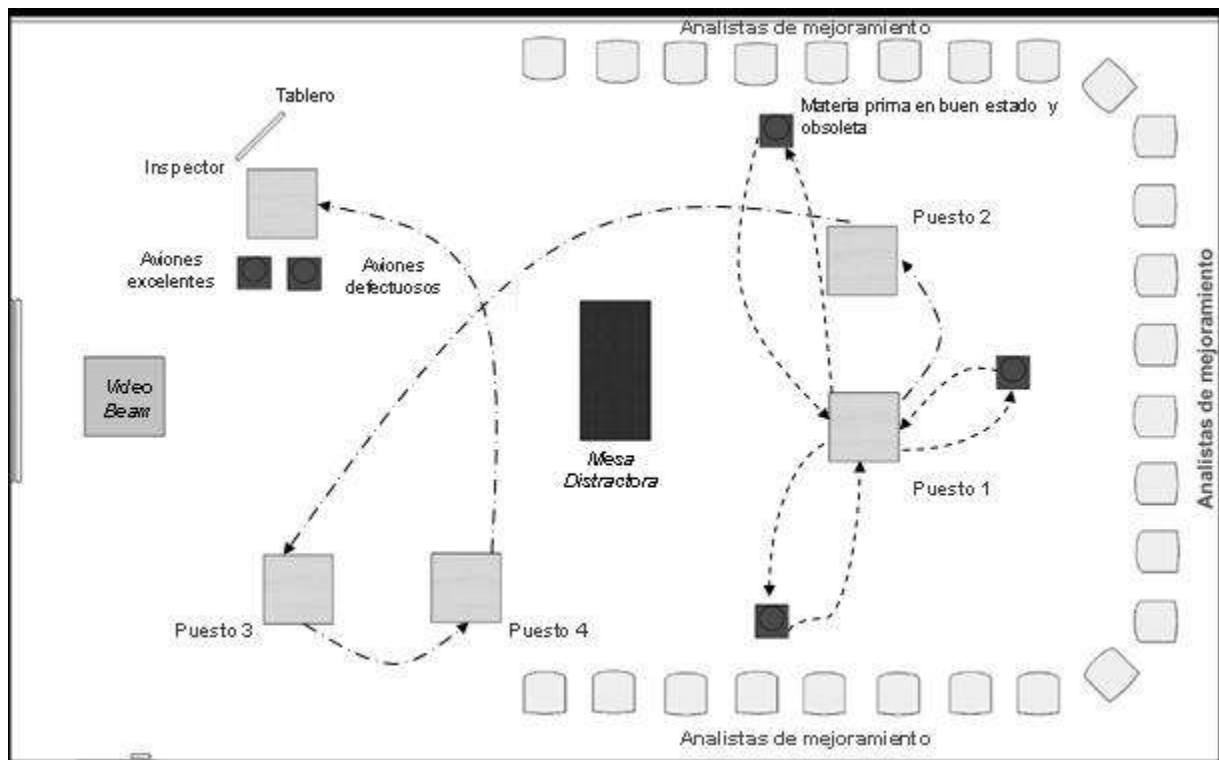

Figura 3 Layout inicial de "El avión de la Muda"
4. Esta distribución (figura 3) Fuente: (Pérez, 2011), deduce cantidad de mudas. Las flechas punteadas representan mudas de transporte, la materia prima está ubicada en lugares diferentes, lejos del puesto 1, y además, hojas adecuadas con obsoletas están mezcladas, garantizando movimientos y procesos innecesarios. De manera opcional, hay una mesa/silla para afectar el flujo de material o producto.
*Roles de los participantes:* En la figura 3 se nota que intervienen en la actividad de ensamble, cuatro alumnos que será preciso seleccionar, preferiblemente que alguna vez hayan hecho aviones de papel, otro colaborador más representa al inspector de línea, que debe juzgar la calidad de los aviones en término de los requerimientos del cliente. Aparte, intervienen demás alumnos, representando a los analistas de mejoramiento, los cuales rodean a los ensambladores (figura 3).